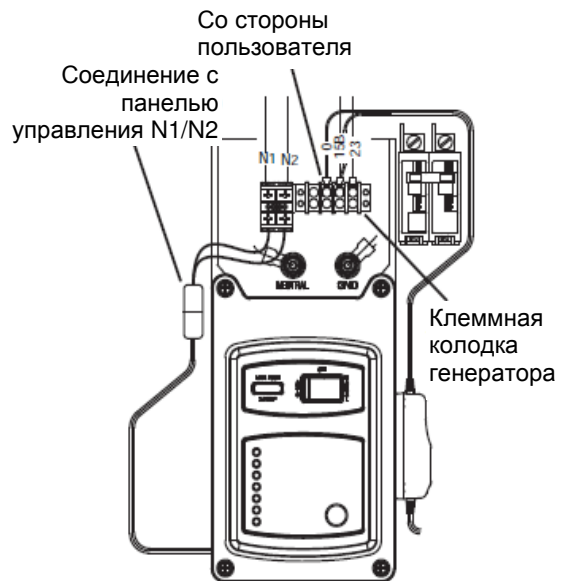

Рисунок 6. Точки тестирования реле переключения
6. Найти клеммную колодку на панели управления генератора. Отсоединить провод 23, идущий от передаточного ключа (соединение выполняется заказчиком, смотреть рисунок 6).
8. Найти клеммную колодку на панели управления генератора. Отсоединить провод 23, идущий от передаточного ключа (соединение выполняется заказчиком, смотреть рисунок 6).
11. Подсоединить один из тестовых проводков к проводу 23 на клеммной колодке генератора. Смотреть рисунок 6. Другой проводок соединить с заземлением.